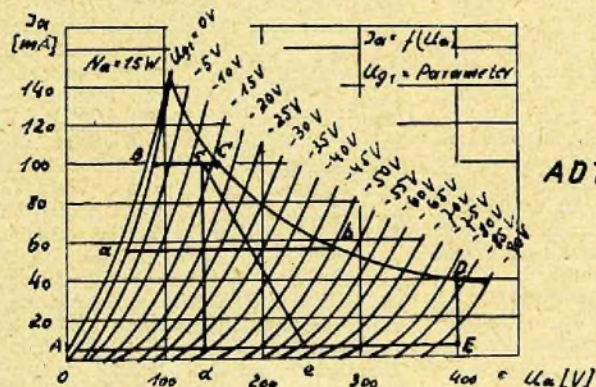
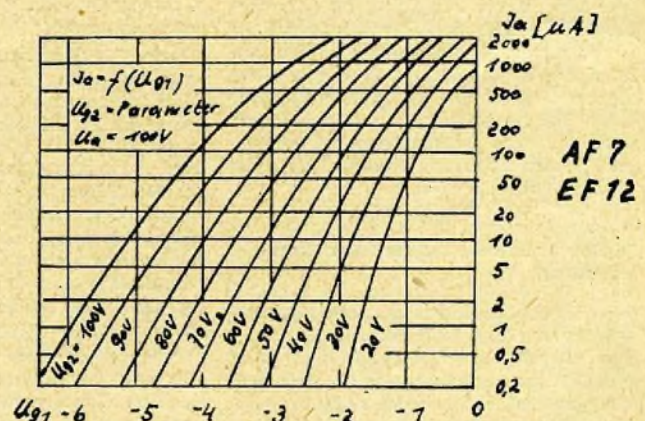
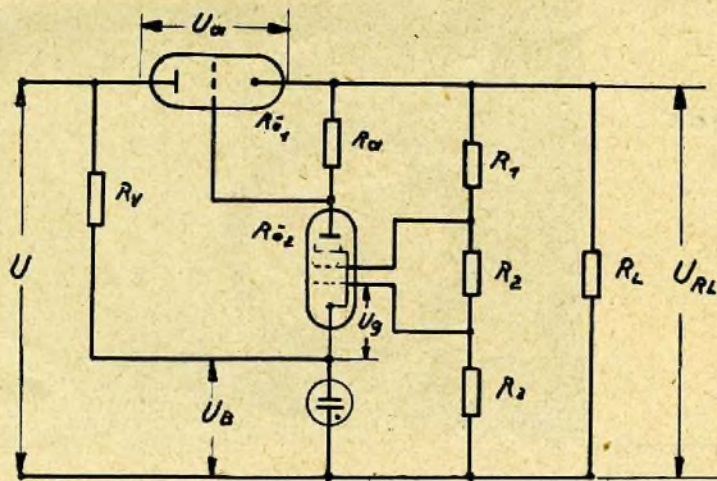

Bild 7
Bild 8
Bild 9
Bei der Regelröhre R_0 interessiert die Bestimmung des Innenwiderstandes bzw. die an der Röhre abfallende Spannung U_a in Abhängigkeit von I_a und U_g . Die Zusammenhänge zeigt das I_a - U_a -Kennlinienfeld der Röhre AD 1 in Bild 7. Das ausnutzbare Arbeitsfeld ist begrenzt durch den Gitterstromereinsatz bei $U_{g1} = -1,3 \text{ V} \cong$ Linie A...B, den höchstzulässigen Verbraucherstrom $I_{a_{\max}} \cong$ Linie B...C, die höchste zulässige Anodenverlustleistung $N_{a_{\max}} \cong$ Linie C...D, die höchste zulässige Anodenspannung $U_{a_{\max}} \cong$ Linie D...E und den kleinsten Anodenstrom $I_{a_{\min}} \cong$ Linie E...A. $I_{a_{\min}}$ ist der kleinste der Regelschaltung entnommene Strom, d. h. wenn der Lastwiderstand R_L abgeschaltet ist. Bei konstantem Laststrom ($I_a = \text{konst.}$) wird bei der Ausregelung von Speisespannungsschwankungen die waagerechte Linie a...b durchlaufen. Ihre Enden auf den Grenzen des Arbeitsfeldes geben auf der Abszisse die Größe der in R_0 abfallenden Spannung, also die Größe des Spannungsregelbereiches an. Auf den U_g -Linien
Der Zusammenhang zwischen I_a und U_g der Verstärkerröhre ist ersichtlich aus dem I_a - U_g -Kennlinienfeld der Rö 2 in Bild 8. Die vollständige Schaltung eines Regelgerätes zur Stabilisierung von Verbraucherspannungen zeigt Bild 9. Die Abhängigkeit der Steuerspannung U_{g1} für Rö 2 von der Verbraucherspannung U_{RL} läßt sich ausdrücken durch die Beziehung
Die benötigte Gitterspannung $U_g(R_{01})$ ist aus dem Kennlinienfeld Bild 7 zu entnehmen. Die Schirmgitterspannung der Rö 2 wird als Spannungsabfall an der Summe der beiden Teilerwiderstände R_2 und R_3 gewonnen. Da die Höhe der Schirmgitterspannung bekannt ist (Bild 8), interessiert die Größe des Widerstandes $R_2 + R_3$ mit
wobei U_B die Brennspannung der Glühstrecke ist. Zu dem Anodenstrom $I_a(R_{02})$ liest man aus Bild 8 die Gitterspannung U_{g1} für Rö 2 auf dem entsprechenden U_{g2} -Parameter ab. Sie schwankt aber im entsprechenden Verhältnis mit der Verbraucherspannung U_{RL} . Es ergeben sich also mindestens zwei Grenzwerte. Aus der Differenz dieser zwei Grenzwerte $\Delta U_{g1}(R_{02})$, die bei einem beliebigen Betriebsfall den Regelbereich einschließen, folgt die Änderung der Verbraucherspannung ΔU_{RL} , die beim Durchlaufen des Regelbereiches eintritt, zu:
Im folgenden Beispiel wird gezeigt, welche Möglichkeiten ein Regelgerät bietet, wenn die Regelröhre entsprechend dem in Bild 7 angegebenen Arbeitsfeld ausgenutzt wird.
Wenn die Speisespannung U um 210 V schwankt, ändert sich der Anodenstrom der Rö 2 also zwischen 2,6 μA und 102 μA . Die Verstärkerröhre soll mit einer Schirmgitterspannung $U_{g2} = 30 \text{ V}$ betrieben werden. Die Grenzwerte der Gitterspannung für Rö 2 werden Bild 8 entnommen. Auf dem U_{g2} -Parameter für 30 V beträgt U_{g1} bei $I_a = 102 \mu\text{A} \approx -1,23 \text{ V}$ und bei $I_a = 2,6 \mu\text{A}$ beträgt $U_{g1} \approx -2,1 \text{ V}$. Damit wird die Differenz $\Delta U_{g1}(R_{02}) = (2,1 - 1,23) \text{ V} = 0,87 \text{ V}$. Mit einem angenommenen Spannungsteilverhältnis $v = 0,4$ kann man nun nach Formel (5) die Schwankungen der Verbraucherspannung U_{RL} berechnen zu
Um Störungen des Regelvorganges durch Gitterstrom zu vermeiden, muß die Gitterspannung $U_{g1}(R_{a1})$ bei dem größten Anodenstrom $I_{a\max}$ der Regelröhre -1 V betragen. Der Anodenstrom $I_{a\max}$ der Regelröhre ist durch die höchste vorkommende Gitterspannung an der Regelröhre und den gewählten R_a festgelegt. Mit dieser Forderung kann der Mindestwert für U_{g2} der Rö 2 aus Bild 8 entnommen werden. Das ist aber gleichzeitig der günstigste Wert. Es ergeben sich also folgende Regeln für die Bemessung von R_a und U_{g2} der Rö 2:
Das angeführte Zahlenbeispiel ergab, daß der Restfehler der einfachen Rückwärtsregelung für den Ausgleich von Schwankungen der Speisespannung bei Verwendung der üblichen Röhren etwa $0,5 \dots 1\%$ beträgt. Bei der Ausregelung von Schwankungen der Verbraucherspannung infolge Laständerungen, bei einem Innenwiderstand der Speisespannungsquelle $R_{i\text{gl}} = 1$ kOhm, ist für $I_{RL} = 100$ mA nach Bild 7 $\Delta U_{g1}(R_{a1}) = 44$ V. Bei $U_{g1}(R_{a1}) = -1$ V $\dots -45$ V und $R_a = 0,5$ MOhm ergibt das nach Bild 8 eine Gitterspannungsdifferenz von $\Delta U_{g1}(R_{a2}) = (2,1 - 1,23)$ V $= 0,87$ V, also bei $v = 0,4$ wird $\Delta U_{RL} = 2,2$ V. Der wirksame Innenwiderstand der als Stromquelle betrachteten Regelschaltung beträgt
Bei $U_{g1}(R_{a1}) = -13$ V $\dots -57$ V (Linie c... e in Bild 7) ergibt sich: